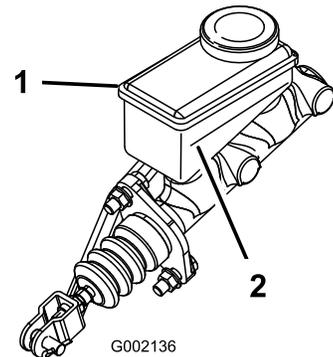

図 51
3. タンクの側面についているマークで、量を点検する 図 51。